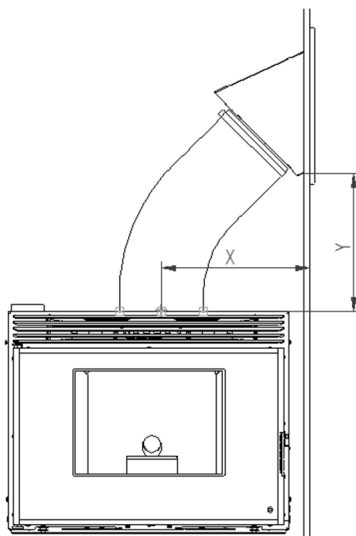

Figura 16 – Instalação equipamento
- A localização da boca de carga tem que manter uma relação tal que $Y = X \times 0,7$ (Figura 16). Exemplo: $X = 450$ mm $Y = 450 \times 0,7 = 315$ mm (mínimo). Desta forma podemos garantir que a inclinação é suficiente para que o *pellets* não fiquem presos no tubo que liga a boca de carga, com a parte superior do chassi do inserível. A boca de carga pode ser instalada em qualquer uma das paredes que formam o saco onde se instala o equipamento, tanto à direita ou à esquerda, como na parte frontal ou traseira, se a distribuição da habitação da casa o permite. No entanto, é sempre necessário respeitar as distâncias mínimas $X = 390$ milímetros, $Y = 275$ mm.